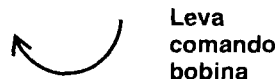

Figura 7. Sovra-seminatura
- 5. Tirare all'indietro la leva di comando della bobina e spingere il comando della frizione in avanti, per inserire le frizioni della bobina e della propulsione (vedere figura 7). Regolare l'acceleratore al passo desiderato